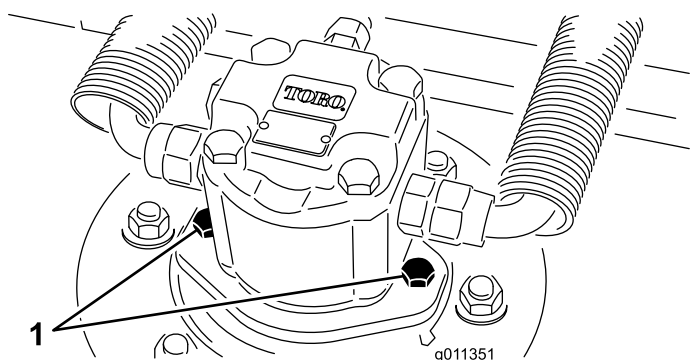

Figure 98
2. Débranchez et déposez le moteur hydraulique du plateau de coupe (Figure 98). Couvrez le dessus de l'axe pour éviter toute contamination.
3. Montez le moteur hydraulique sur le plateau de coupe (Figure 98). Vérifiez que le joint torique est en place et en bon état.